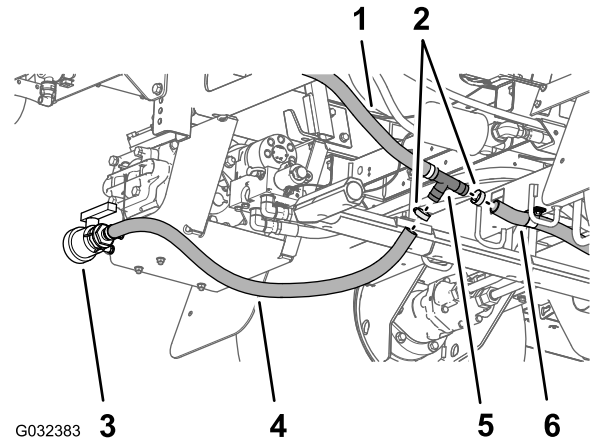
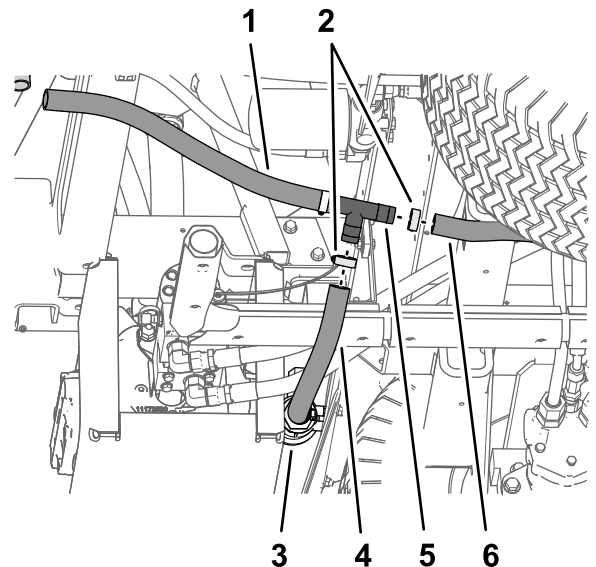

Figure 42
Figure 43
- Déposez le raccord en T du flexible de vanne de vidange et le flexible de vidange du réservoir arrière (Figure 42 et Figure 43).